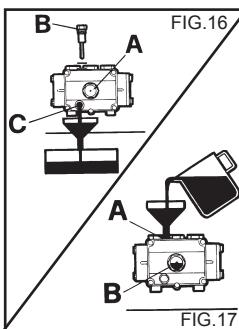

FIG.16
- 2) Den Deckel mit dem Kontrollstab (Fig.16) aufdrehen.